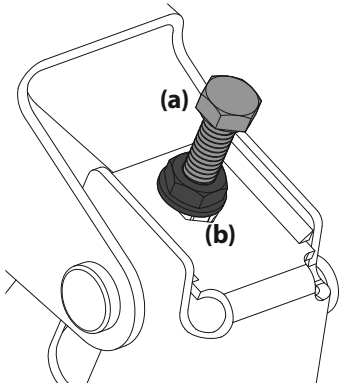

Figura 35
4. Afloje pero no extraiga las contratueras (b) en el perno de ajuste. Ajuste el perno de ajuste derecho o izquierdo arriba o abajo según sea necesario hasta que la altura de un lado a otro sea equivalente. Consulte 3. Ubique los pernos de ajuste (a) del lado izquierdo y derecho de la plataforma. Consulte 3. Ubique los pernos de ajuste (a) del lado izquierdo y derecho de la plataforma. Consulte la Figura 35.